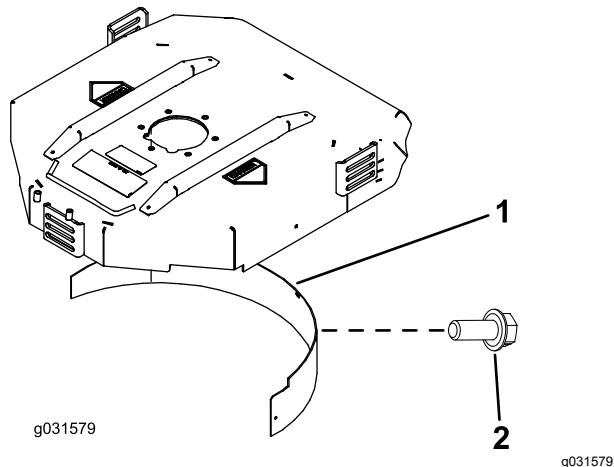

図 20
2. 後部の取り付け穴にマルチングバッフルを取り付け、フランジヘッドボルト 5 本で固定する図 20。